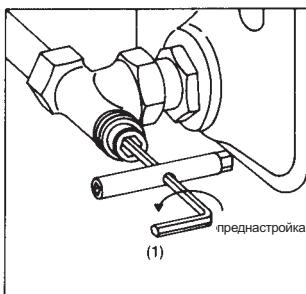

Рис. 2
- 1.3 Теперь преднастроить шпиндель вентиля поворотом влево шестигранным ключом SW 4 (1) в соответствии с выбранным по диаграмме количеством оборотов (рис. 2).
- 4.5 Открыть шток вентильной вставки шестигранным ключом SW 4 (1) поворотом влево (рис. 2). Спустить воздух из отопительного прибора.